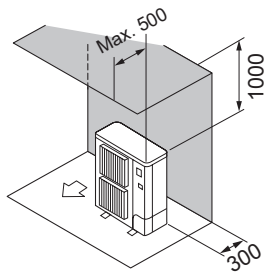

Fig. 2-8
- ② Alleen obstakels aan de achter- en bovenzijde (Fig. 2-8)